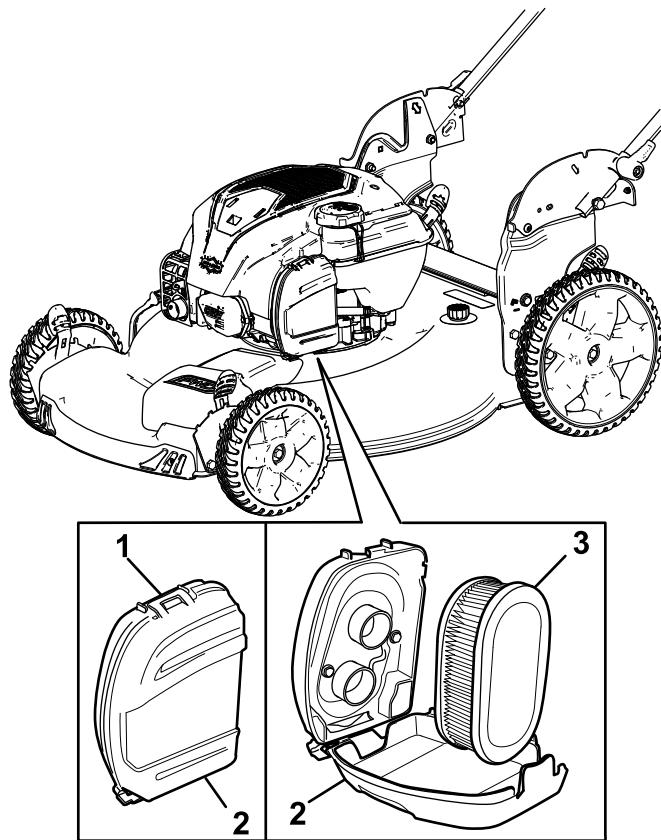

図 21
- エアフィルタカバー上部のクリップを外す図 21。
- エアフィルタを取り外す(図 21)。